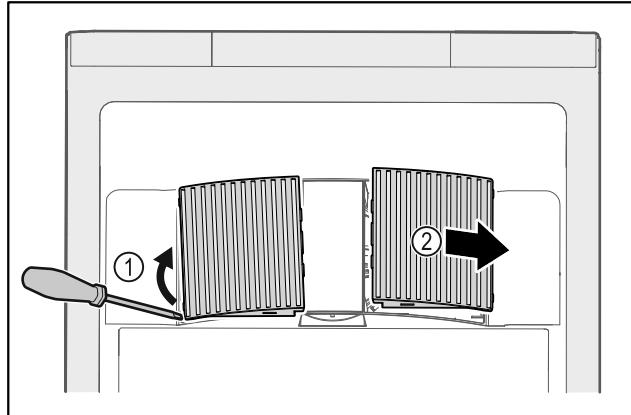

Fig. 142
- Осторожно подденьте крышки вентилятора сбоку Fig. 142 (1) и снимите их движением вперед Fig. 142 (2).